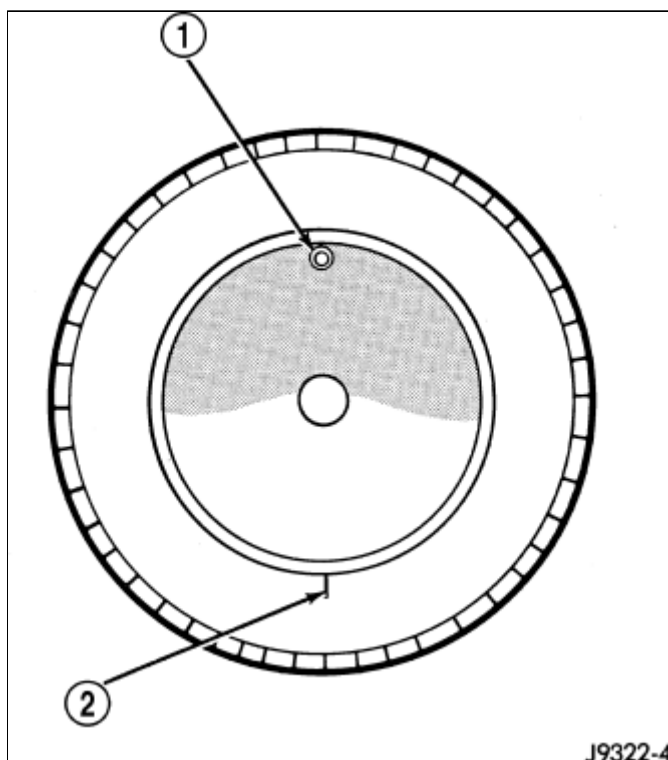

图 6 重新安装轮胎180度
- a. 在轮辋上重新装配轮胎，使其距原始部位转过180度(图 6)。 确保轮胎胎圈已正确放置。